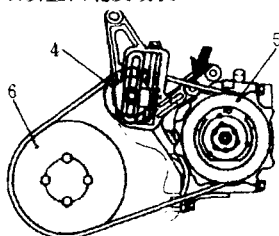
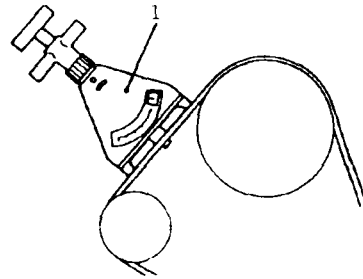
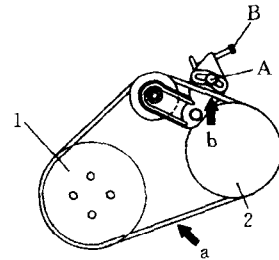

图 26 空调压缩机传动带调整——1993~1994 款埃克利普斯车 4G37 和 4G63 双顶置凸轮发动机
图 27 使用张力仪
图 28 空调 (A/C) 压缩机传动带的调整——1995~1997 款埃克利普斯车 2.0L (4G63) 双顶置凸轮轴和 2.4L (4G64) 发动机
② 转动调整螺栓 B 使传动带张力达到如下标准: 新传动带应为 $86.0\sim 99.2\text{lb}(382\sim 411\text{N})$, 旧传动带应为 $57.0\sim 75.0\text{lb}(255\sim 333\text{N})$, 也可以用另外一种方法调整张力: 在空调压缩机和曲轴带轮或空调压缩机和张紧轮传动带中间处施加 $22\text{lb}(98\text{N})$ 的力, 测量传动带的下沉量, 新传动带的下沉量应为 $0.22\sim 0.24\text{in}(5.5\sim 6.0\text{mm})$; 旧传动带的下沉量应为 $0.26\sim 0.30\text{in}(6.5\sim 7.5\text{mm})$ (图 26, 图 27, 图 28)。